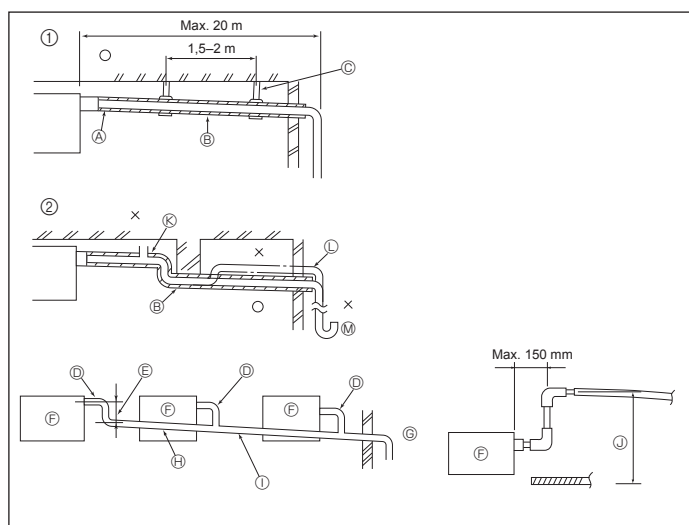

Fig. 6-1
6.1. Installatie van Draineerbuizen (Fig. 6-1)
- ① Juist aangelegde leidingen
- ② Onjuist aangelegde leidingen